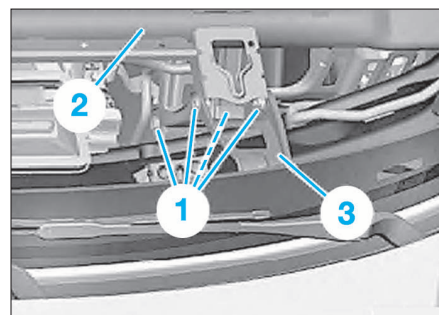

FIG. 15
- Déposer les vis (1) fixant la traverse (2) sur le support (3) (Fig.15).